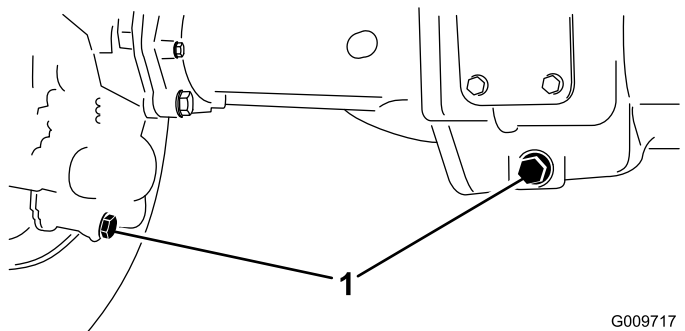

Bild 89
2. Reinigen Sie den Bereich um die drei Ablassschrauben, d. h. jeweils eine an beiden Enden und eine in der Mitte (Bild 89).